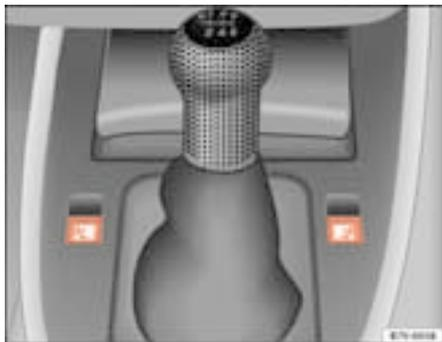

Abb. 66 Bedienelemente für elektrische Ausstellfenster
- Durch Drücken eines Schalters ⇒ Abb. 66 wird das jeweilige Fenster geöffnet.